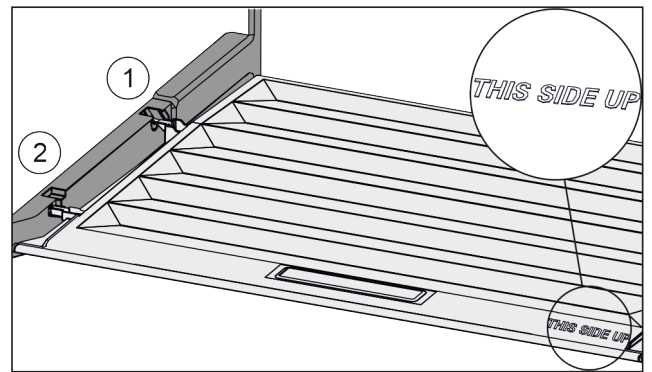

Fig. 47
- ▶ Inserire le nervature del coperchio attraverso l'apertura del supporto posteriore Fig. 47 (1) e innestare anteriormente nel supporto Fig. 47 (2).